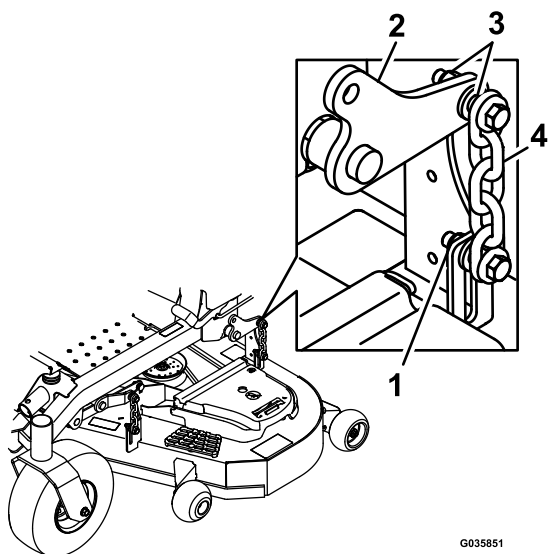

Figure 100
16. Desserrez les contre-écrous (Figure 100) aux quatre coins de sorte que le tablier repose solidement sur les 4 cales.